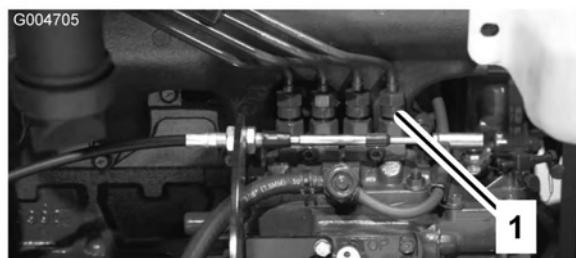

Bild 51 1. Einspritzdüse Nr. 1
1. Lockern Sie den Leitungsanschluss an der Einspritzdüse Nr. 1 und am Halter an der Einspritzpumpe (Bild 51).